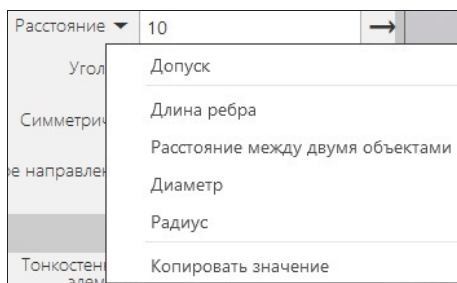
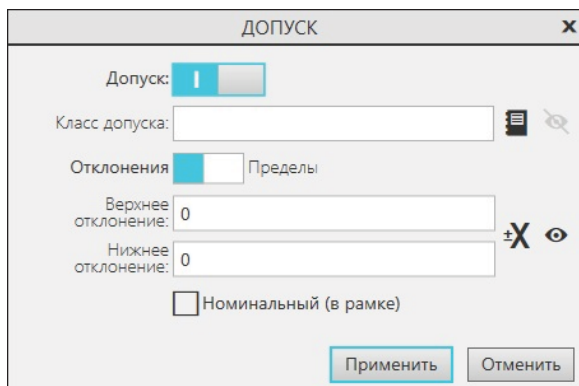

Рис. 19.12. Выпадающая панель кнопки **Расстояние**
Рис. 19.13. Диалог **ДОПУСК**
- задание допуска — щелкните ЛК мыши по кнопке  с левой стороны от окна **Расстояние**. Появится меню (рис. 19.12), из которого можно выбрать команду **Допуск**. Появится диалоговое окно **ДОПУСК** (рис. 19.13), где можно задать величину допуска;
- переключатель **Симметрично** — возможность создания двух плоскостей симметрично относительно базовой плоскости (см. рис. 19.13);